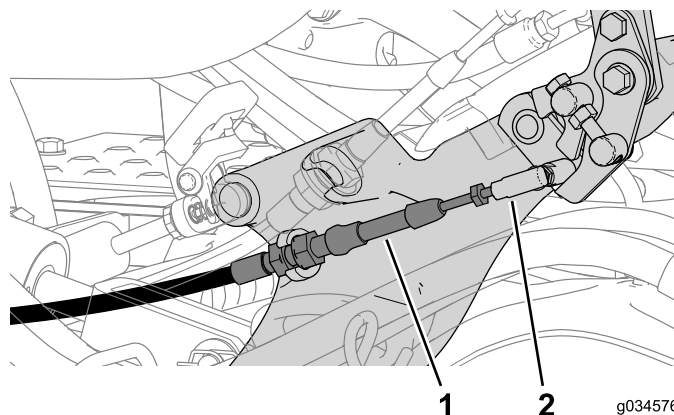

Figura 24
- Conecte el cable del bloqueo de punto muerto al pedal (Figura 24).